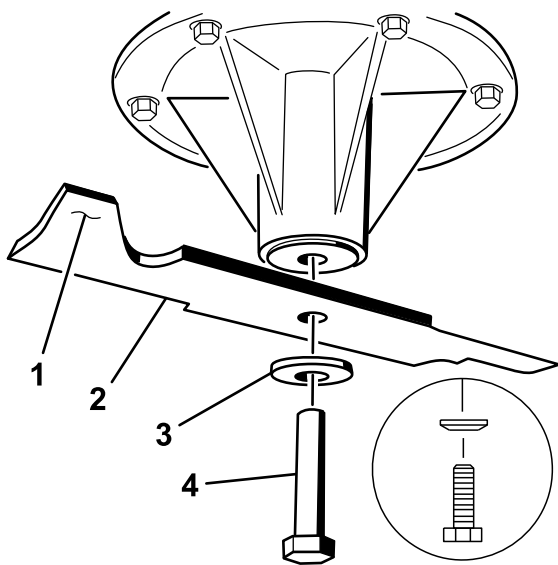

Figure 78
1. Placez la lame sur l'axe (Figure 78).
2. Mettez en place la rondelle élastique et le boulon de la lame (Figure 78).
**Remarque:** Le cône de la rondelle élastique doit être dirigé vers la tête du boulon (Figure 78).